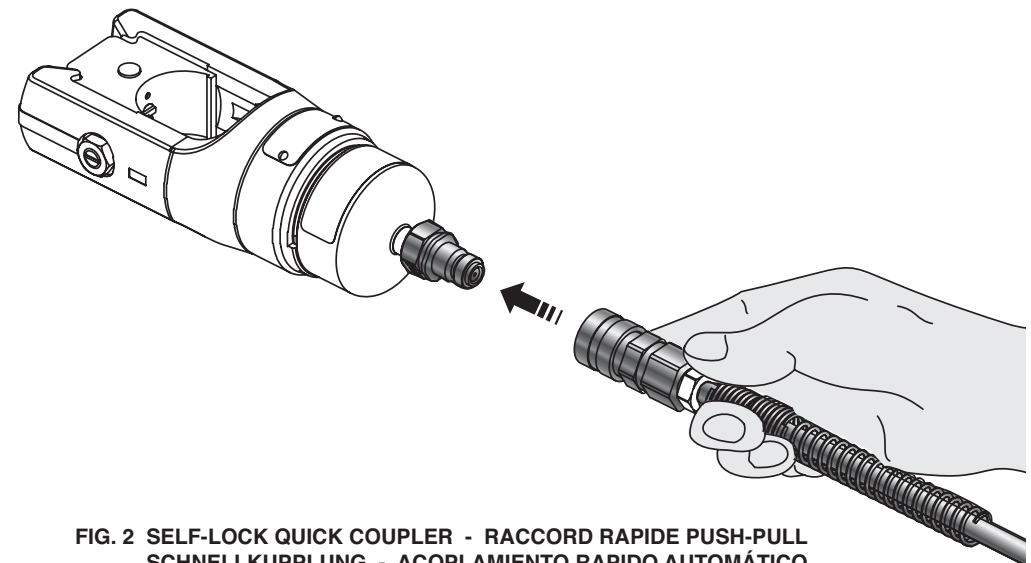

FIG. 2 SELF-LOCK QUICK COUPLER - RACCORD RAPIDE PUSH-PULL
– **Raccord rapide:** la pompe est fournie équipée d'un flexible haute pression avec raccord rapide femelle "Push-pull", et peut être reliée à des têtes hydrauliques de sertissage ou de coupe fabriquées par **Cembre** (voir Fig. 2).
- Relier la tête de sertissage ou de coupe au flexible à l'aide du raccord rapide (voir Fig. 2).